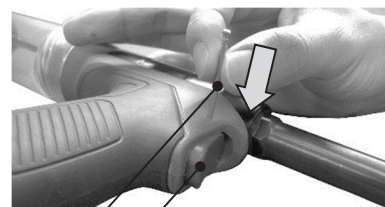

図 7-9
- 1)  $\phi 2.0$  以下のピン或いはピンパンチとハンマーを使い、トリガーピンをツール右方向より叩き出してください。(図 7-9)